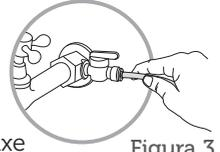

Figura 3
- 5- Encaixe a mangueira na saída de água do adaptador. Certifique-se de que a mangueira esteja completamente encaixada (Figura 3). Verifique a marcação indicativa na ponta da mangueira. Caso a mangueira tenha sido cortada, certifique-se do encaixe até 16 mm.